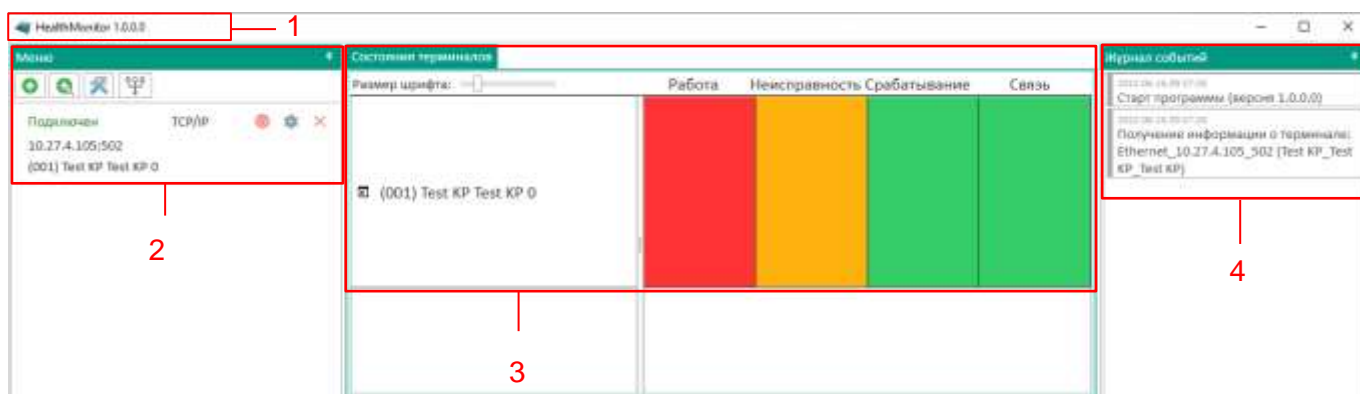

Рисунок 2 – Стандартное окно Health Monitor
- заголовок, содержащий наименование и версию программы (рисунок 2, поз. 1);
- **Меню** (рисунок 2, поз. 2);
- **Состояния терминалов** (рисунок 2, поз. 3);
- **Журнал событий** (рисунок 2, поз. 4).